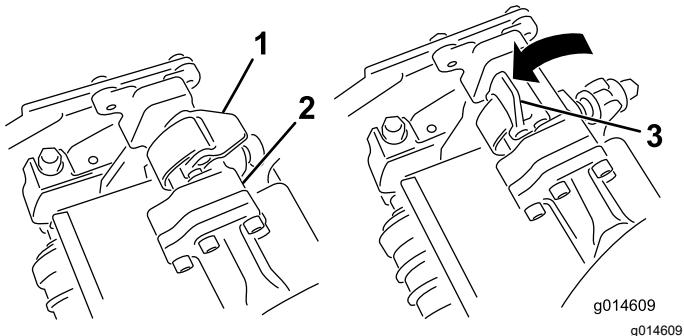

図 56
4. サスペンションアームのバーについているラッチ図 56を開き、サスペンションアームを押し下げて
5. ラッチを下げて閉じるとカッティングユニットのバーがロックされてユニットがアームにセットされる図 56。
6. 取り外したいカッティングユニットのサスペンションアームのバーについているラッチを開く図 56。